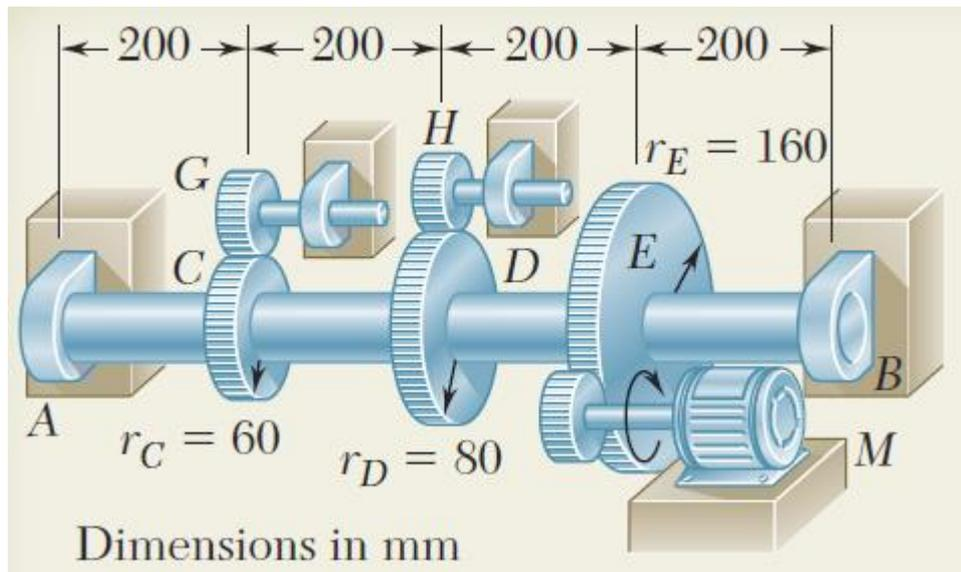

Figura 2.5
2.2.1 O veio maciço AB da Figura 2.5 gira a 480 rpm transmitindo 30 kW do motor M às máquinas a si ligadas pelas engrenagens G e H. Em G são transmitidos 20 kW e em H 10 kW. Determinar segundo o menor diâmetro permitido para o veio AB sabendo que a tensão de corte admissível é 50 MPa. Despreze o esforço transversor.